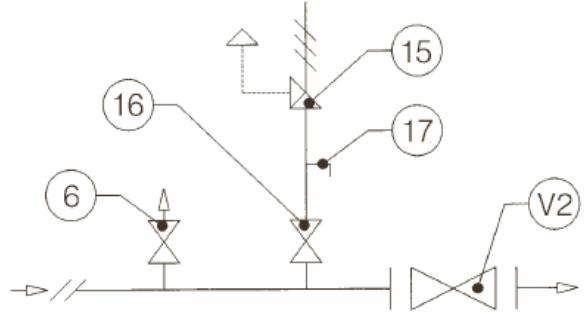

Рис. 9
3.1.2. МОНТАЖ С ОТСЕКАЮЩИМ ДВУХПОЗИЦИОННЫМ ВЕНТИЛЕМ (См. Рис. 9)